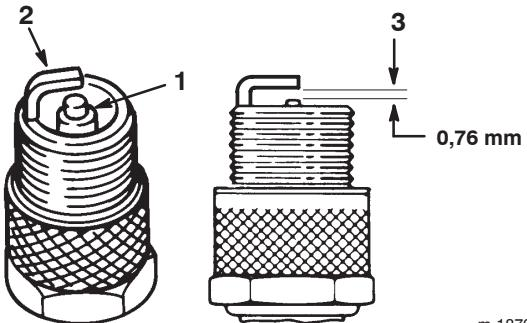

Figure 30
1. Inspectez le centre de la bougie (Fig. 30). Si le bec de l'isolateur est recouvert d'un léger dépôt gris ou brun, le moteur fonctionne correctement. S'il est couvert d'un dépôt noir, c'est généralement signe que le filtre à air est encrassé.
2. Contrôlez l'écartement entre les électrodes centrale et latérale (Fig. 30), et pliez l'électrode latérale si l'écartement est incorrect.